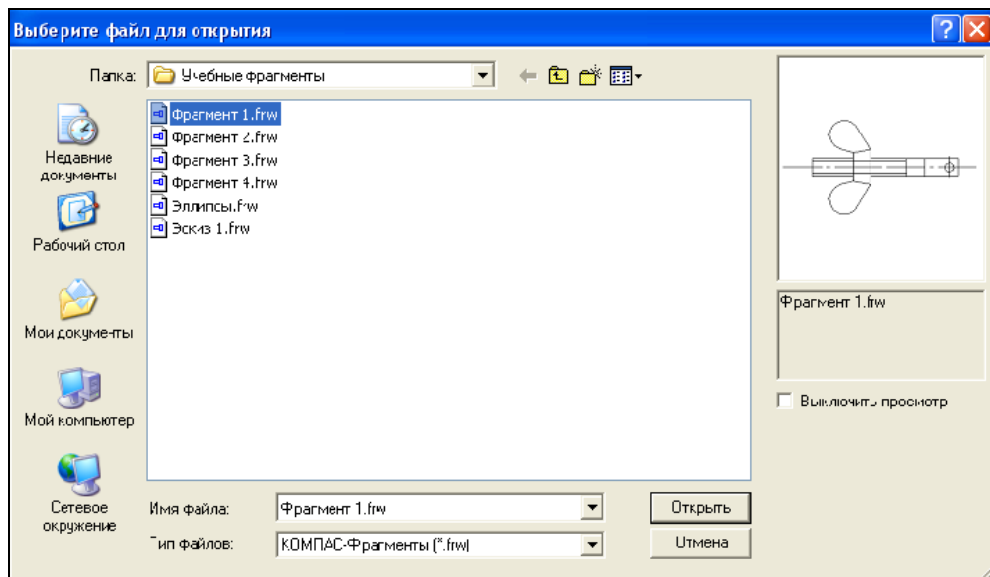

Рис. 20.1. Диалоговое окно Выберите файлы для открытия
- ♦ из Строки меню вызовите команду **Вставка ► Фрагмент**. Система выведет на экран диалоговое окно **Выберите файлы для открытия** (рис. 20.1) с созданными вами фрагментами;